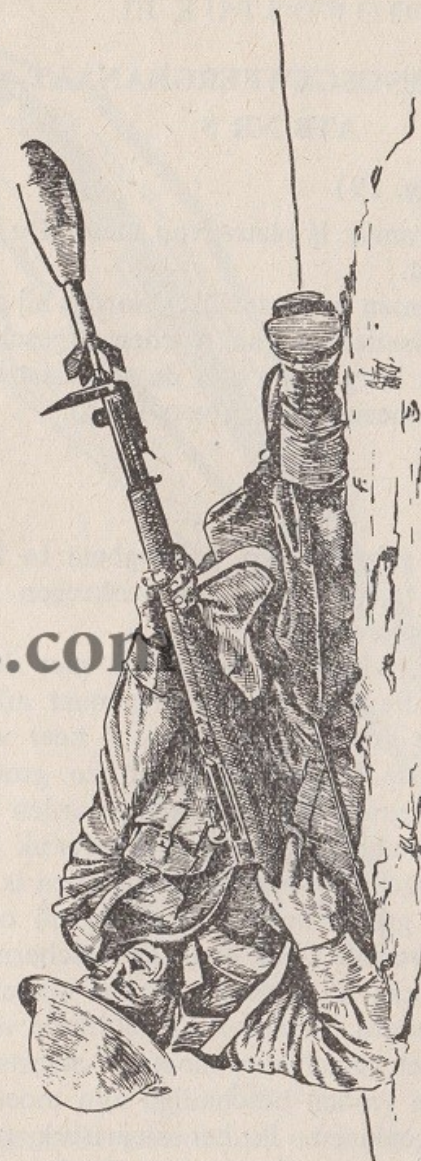

Fig. 18
b. De tweede liggende schiethouding (fig. 18) moet steeds worden gebruikt, als de schutter de kolf niet tegen een stevig voorwerp kan laten steunen.